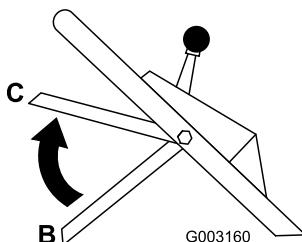

Figure 19
3. Ramenez la barre de commande à la position centrale, soit 12,7 cm (5") environ au-dessous de la barre transversale du guidon (position C de la Figure 19).
4. Relâchez la barre de commande de la lame (position B de la Figure 19).